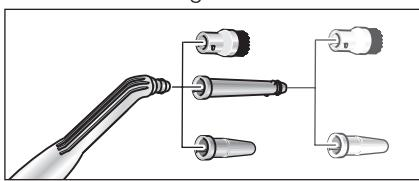

Fig. 6: Reentrâncias para bocal puntiforme
- Para aumentar a capacidade de limpeza ao trabalhar com o bocal puntiforme (D1) pode ser utilizado com a extensão (D2), com a escova redonda (D3) ou com o bocal de potência (D4) (ver Fig. 6).